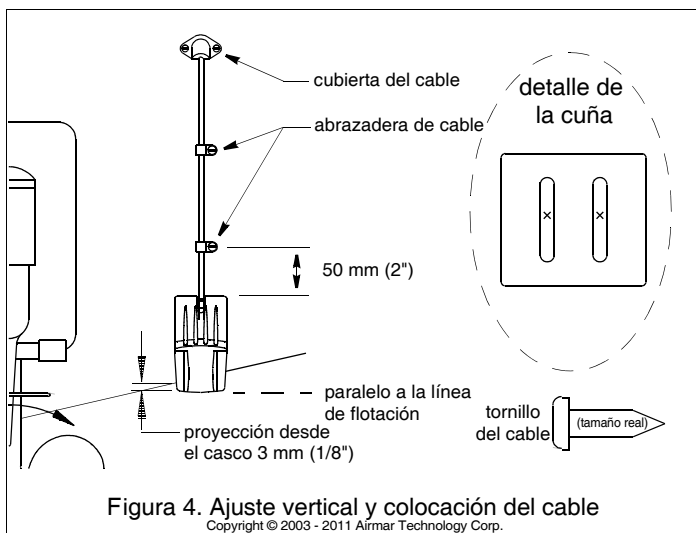

Figura 4. Ajuste vertical y colocación del cable
1. En la ubicación seleccionada para el montaje, sitúe el conjunto de modo que el transductor sobresalga 3 mm (1/8") por debajo del borde inferior del espejo de popa (figura 4).
2. Utilizando el espacio de ajuste vertical en las ranuras del soporte, desplace el sensor hacia arriba o hacia abajo (figura 4). Verifique que la esquina inferior izquierda del sensor sobresalga 3 mm (1/8") por debajo del fondo del casco.
- b. Sitúe el sensor a una profundidad mayor en el agua, en incrementos de 3 mm (1/8") (figura 4).
1. Si debe perforar el espejo de popa, seleccione un lugar **muy por encima de la línea de flotación** (figura 4). Compruebe si algún obstáculo como aletas de trimado, bombas o cables en el interior del casco. Marque el lugar con un lápiz. Practique el taladro con una broca de la medida adecuada para el conector.